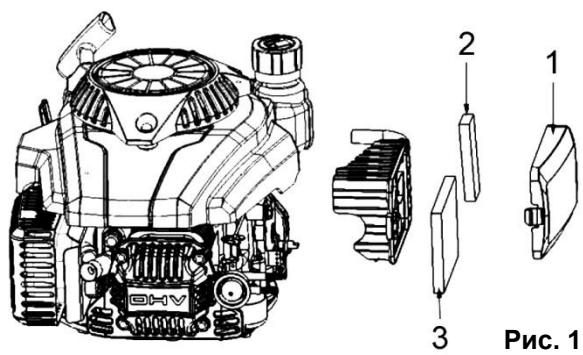

Рис. 11
- Снимите крышку воздушного фильтра (1)(См. Рис.11), нажав на ее боковые стороны.
- Извлеките поролоновый фильтрующий элемент (2,3)(См. Рис.11).